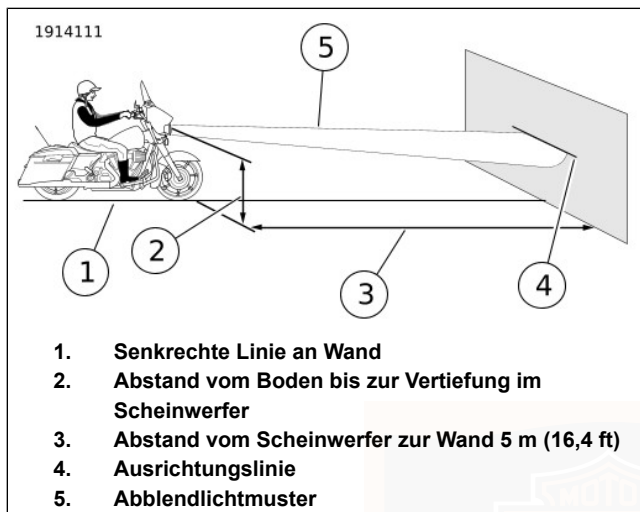
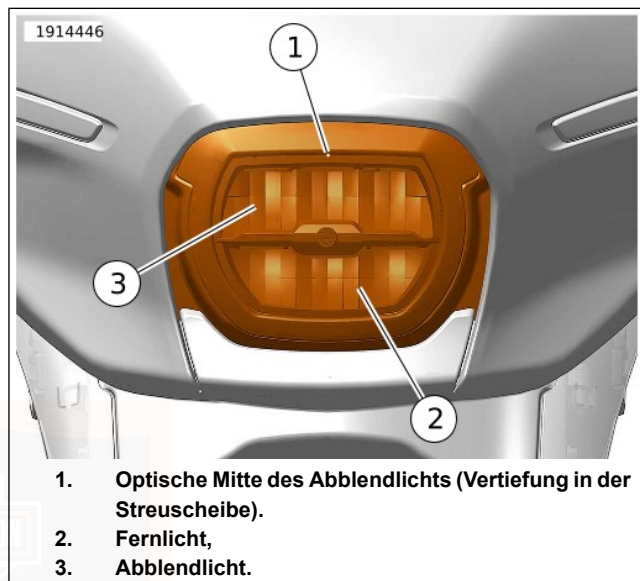
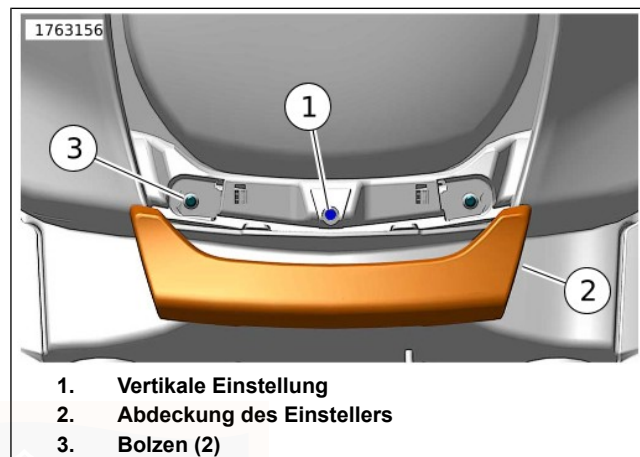

Abbildung 116. Gabelmontierte Verkleidung: Scheinwerferausrichtung
Abbildung 117. Gabelmontierte Verkleidung: Vertiefung
Abbildung 118. Scheinwerfereinstellung
1. Siehe Abbildung 116. Das Motorrad im rechten Winkel zur Wand (1) abstellen, sodass der Vorderreifen geradeaus auf die Wand zeigt.
2. Das Motorrad mit dem angegebenen Abstand von der Vorderseite des Scheinwerfers zur Wand (3) abstellen.
3. Siehe Abbildung 117. Mit dem vorgesehenen Fahrer auf dem Motorrad. Den Abstand vom Boden bis zur Vertiefung (1) an der äußeren Streuscheibe messen. Den angezeigten Abstand abziehen.
1. Siehe Abbildung 118. Die Abdeckung (2) des Einstellers greifen und nach vorne ziehen, um sie von den Bolzen (3) zu lösen.
2. Einen Schlitzschraubendreher in die vertikale Einstellschraube (1) einführen.
3. Abbildung 117 Die Einstellschraube im oder gegen den Uhrzeigersinn drehen, um das Abblendlichtmuster (5) des Scheinwerfers nach oben oder unten zu verstellen, bis der obere Teil des Lichtstrahls auf die Ausrichtungslinie (4) trifft.
5. Siehe Abbildung 118. Die Abdeckung des Einstellers anbringen.
- a. Die Abdeckung (2) des Einstellers an den Pfosten (3) ausrichten.